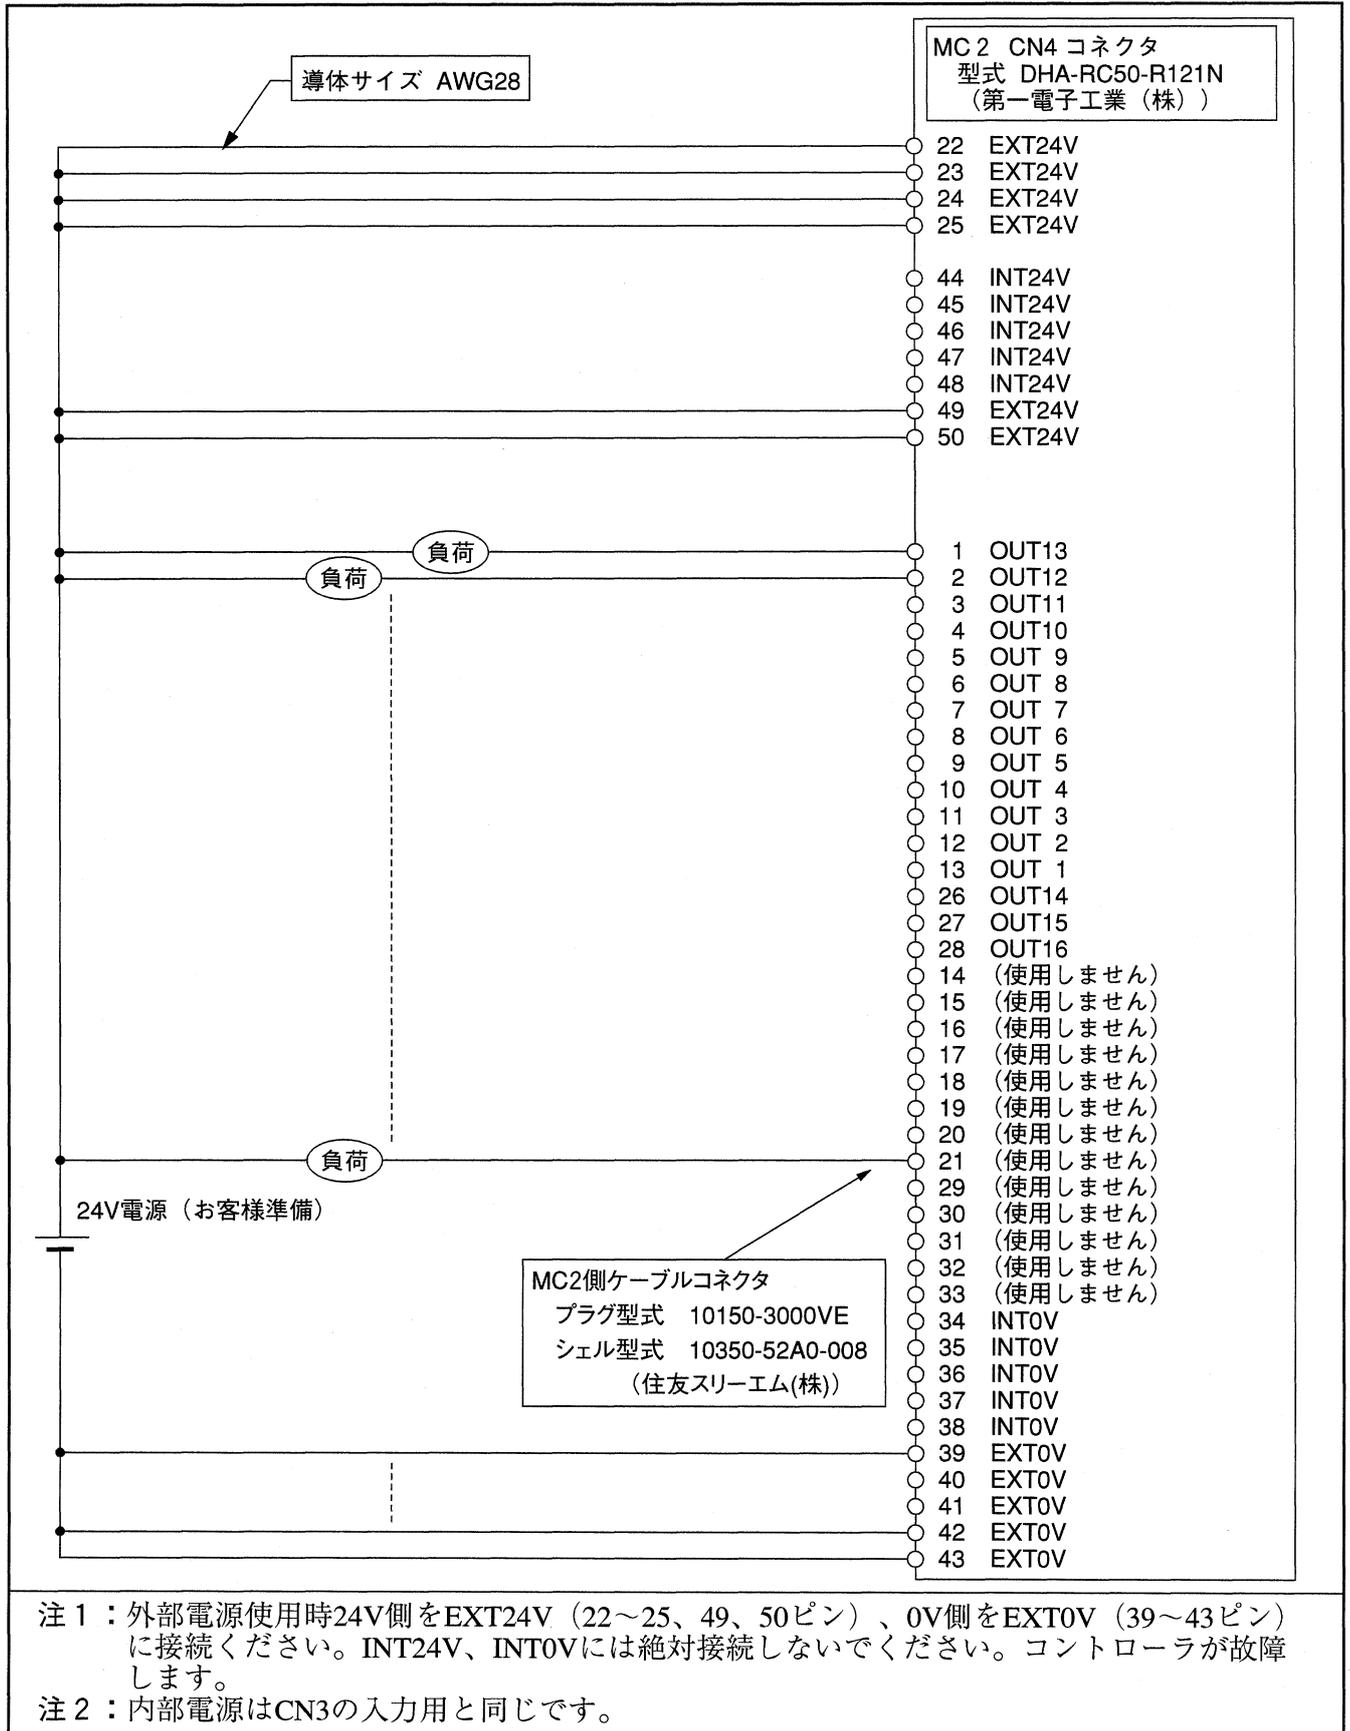

図 3-2 CN 4 コネクタの結線図
3.3.2 CN 4 結線図 (MC 2 -DB-H/MC 2 -DC-H) CN 4 コネクタの結線図を図 3-2 に示します。